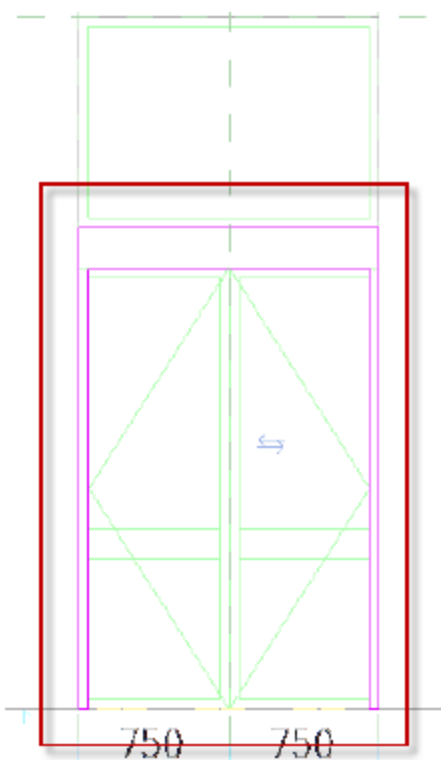

图 6.2.10 绘制门框
(9) 绘制 FM1534 乙门框。选择“创建”→“拉伸”命令，进入“修改 | 编辑拉伸”界面，用菜单中的绘制工具绘制门框，绘制完成后，单击√按钮，完成绘制，如图 6.2.10 所示。